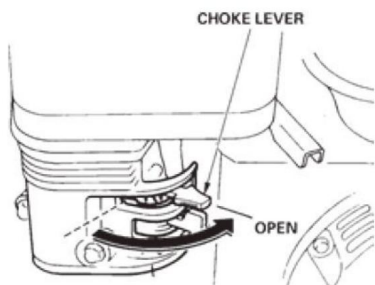

FIG.8
9.4 Placer le levier de starter (FIG. 8) en position "OUVERT" si vous démarrez un moteur à chaud.